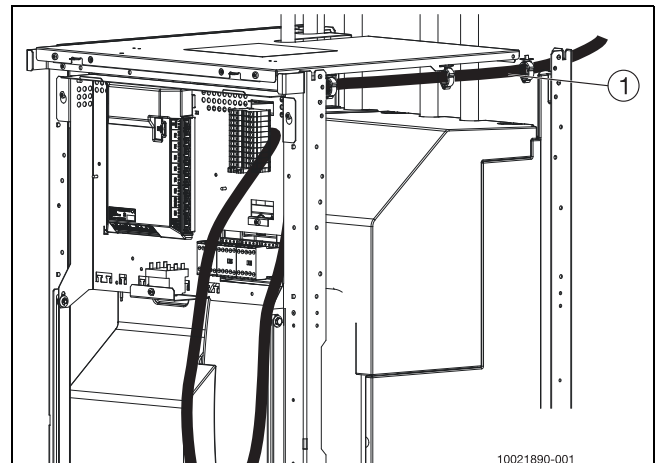

Bild 17
- ▶ Kabel entsprechend Schaltplan anschließen (Abb. 17).